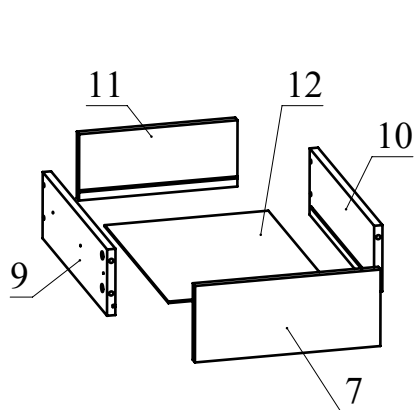

Рис. 7
6. Соберите ящик. Для этого соедините детали 9 и 10 с деталью 11 при помощи конфирматов. Вставьте дно ящика 12 из ДВП в пазы деталей 9, 10, 11. Соедините фасад ящика 7 (или 8) с полученной конструкцией и затяните головки минификсов (Рис. 7).